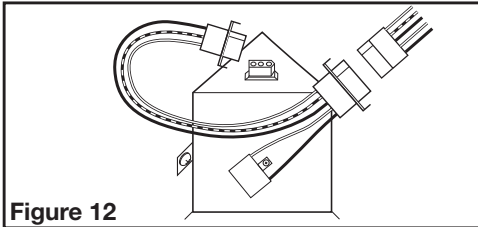

Figure 12
- 3b. **AKLS6 MODELS:** Plug the fan's 5 pin quick connect motor cord into the included harness. Plug the 3 pin quick connect harness cord into the receptacle located on top of the wire compartment. These cords will only fit one way into the receptacles (**Figure 12**).
- 3b. **MODÈLES AKLS6 :** Branchez le cordon du moteur du ventilateur à 2 broches de connexion rapide du moteur dans le câblage inclus. Branchez le cordon à 3 broches de connexion rapide dans le réceptacle situé sur le dessus du compartiment de fil. Ces fils ne peuvent être insérés que dans un seul sens dans les prises (**Figure 12**).